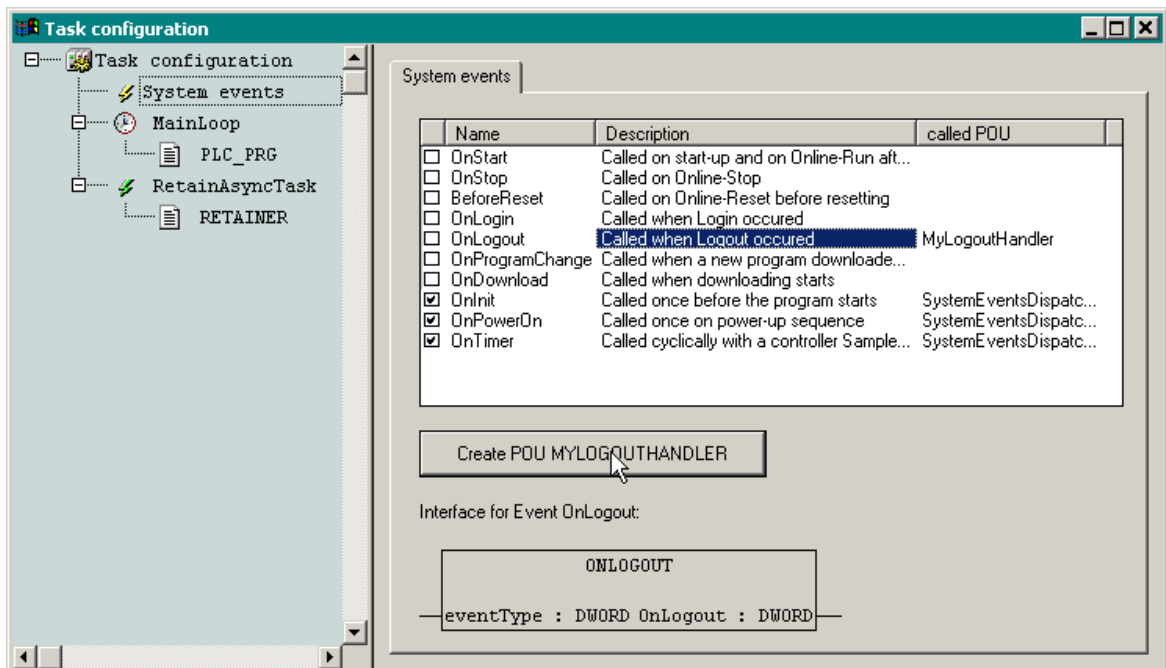

Рис. 24. Добавление обработчика системного события
1. Откройте окно ресурса **Tasks Configuration** и щелкните на элементе древовидного списка *System events*. В правой панели окна появится вкладка **System events**, показанная на рис. 24.
2. Дважды щелкните в ячейке таблицы *called POU* напротив названия системного события, для которого необходимо установить функцию-обработчик, и введите имя существующей функции (осторожно! у функции должен быть один входной параметр типа DWORD и возвращаемый результат типа DWORD и никаких внутренних переменных!) либо функции, которую собираетесь добавить сейчас же, после чего щелкните мышью на ячейке, расположенной слева от имени создаваемой функции, как показано на рис. 24.